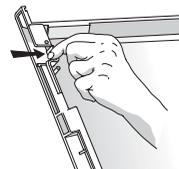

Abb. 3
1. Den Fachverschluss abnehmen; dazu die beiden seitlichen Befestigungen an der Unterseite lösen (siehe **Abb. 3**).